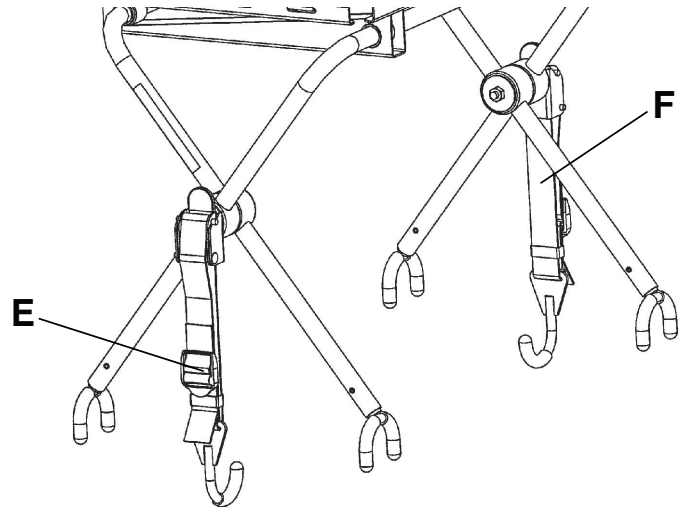

Figura 29 – Applicare la piattaforma per defibrillatore alla barella
9. Fissare le cinghie (E) per mantenere il defibrillatore sulla piattaforma (Figura 29).